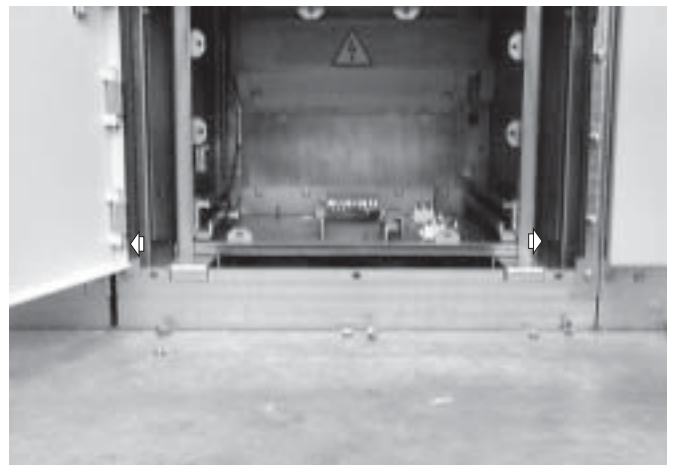

Fig. 78d _____
- spostare le guide (destro e sinistro) contro le pareti del quadro (fig. 78d);
- move the guides (right and left) against the switchboard walls (fig. 78d);